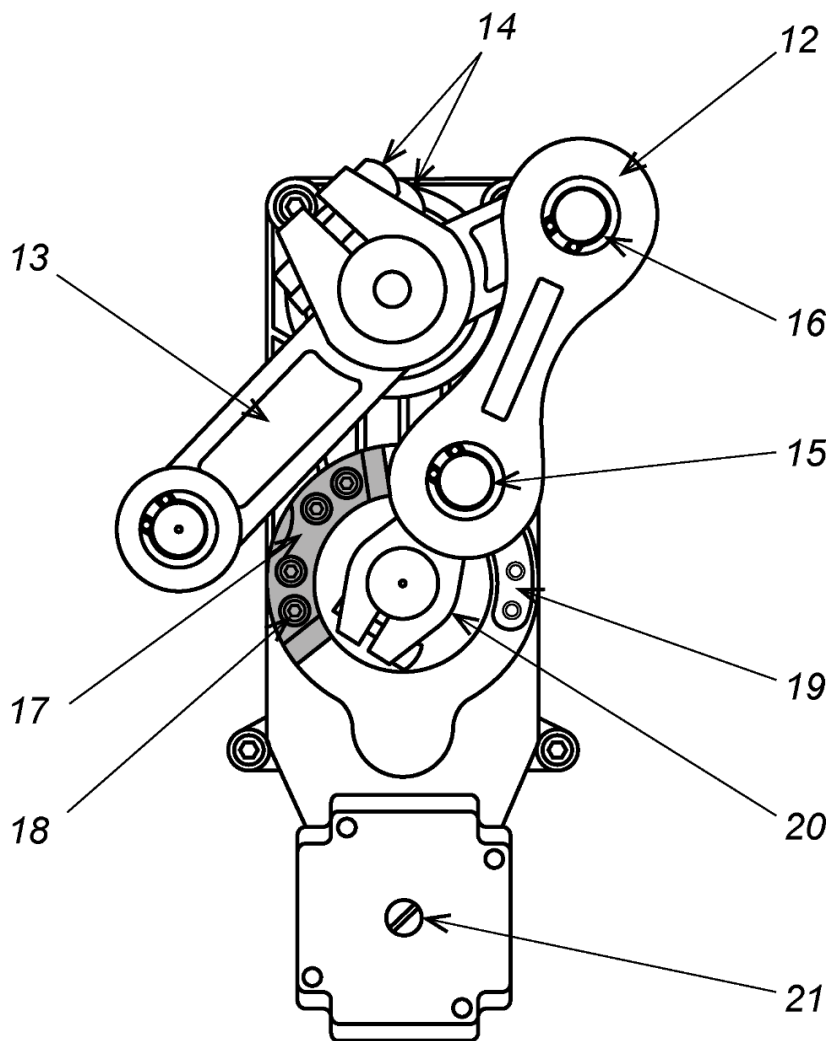

Рисунок 9. Порядок переустановки стрелы шлагбаума
По умолчанию шлагбаум поставляется с положением стрелы, рассчитанной на правосторонний проезд (стойка шлагбаума фронтальной стороной располагается справа от проезжей части). При необходимости изменения этого положения на противоположное выполните следующие действия (см. рис. 9):
Для разблокировки стрелы откройте дверцу шлагбаума и вращайте винт (ручку) (21) разблокировки привода (см. рис. 9) влево или вправо до тех пор, пока нижний шарнир шатуна (12) не выйдет из крайнего положения и стрела не станет поддаваться ручному воздействию вверх или вниз.
1. Откройте дверцу (2) стойки шлагбаума.
2. Шестигранным ключом S10 ослабьте два болта (14), фиксирующие рычаг (13) на валу кронштейна стрелы (см. рис. 9). Придерживайте стрелу от падения!